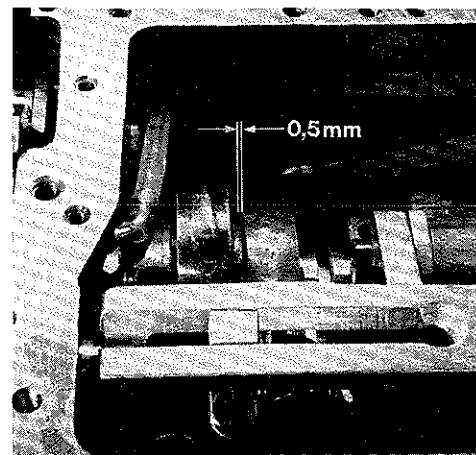

Fig.74
**Note:** Between eccentric shoulder and bearing must be a distance of 0,5 mm (.020 in.) (see Fig. 74).
Beachten Sie, daß zwischen Exzenterbund und Lagerschale ein Abstand von ca. 0,5 mm ist (Fig. 74).